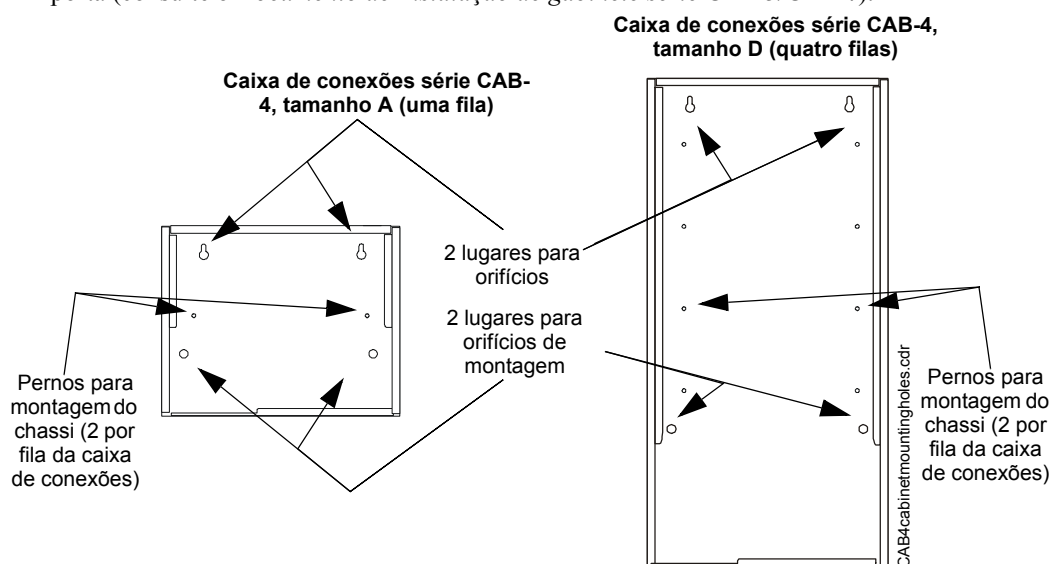
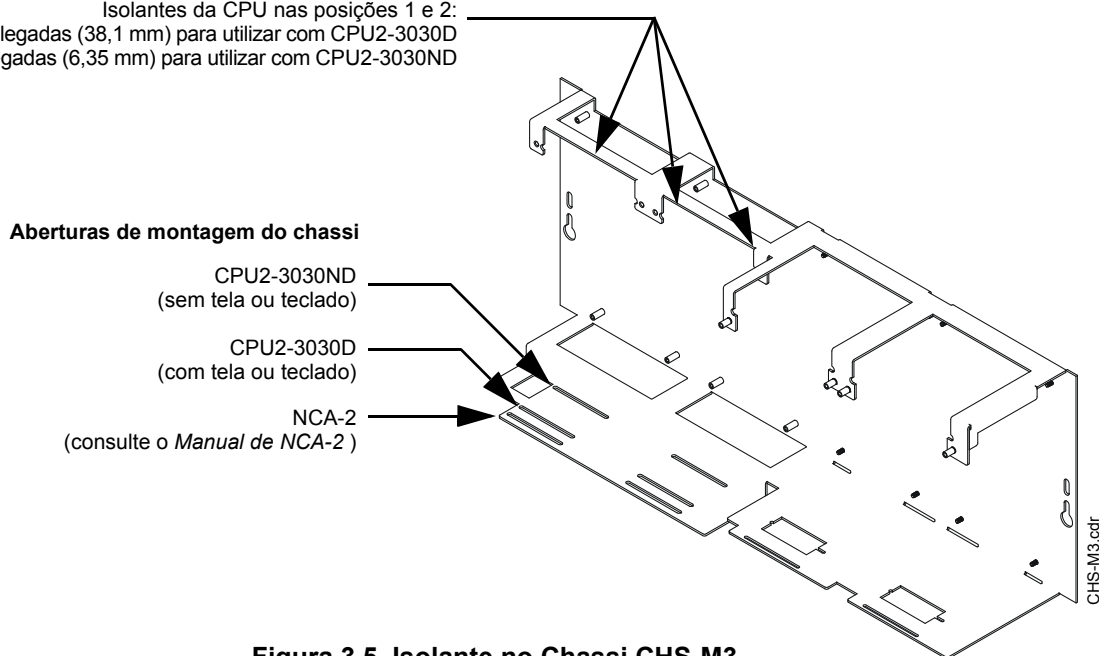

Figura 3.1 Orifícios de montagem da caixa de conexões e pernos de montagem do chassi
Figura 3.5 Isolante no Chassi CHS-M3
- Para uma montagem segura, utilize os quatro orifícios na superfície posterior da caixa de conexões (consulte a figura 3.1).
1. Ajuste quatro isolantes ao chassi como está representado na figura 3.5.
2. Deslize as flanges da placa de circuitos nas aberturas no chassi, conforme está representado na figura 3.5.
Alinhe as aberturas de montagem do chassi com os pernos de montagem do chassi (consulte a figura 3.1 e a figura 3.5 para conhecer as localizações). Assegure com as porcas e arandelas de segurança proporcionadas com o chassi.